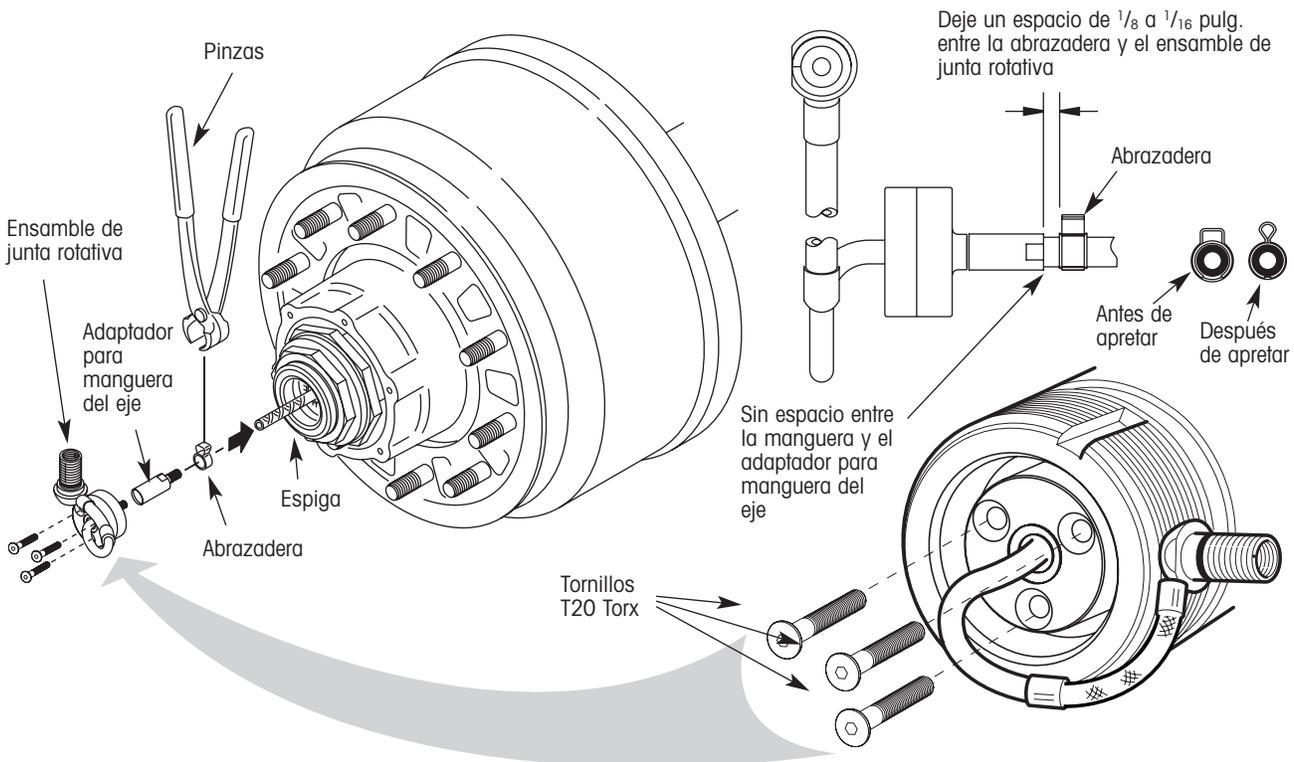

Figura 15. Instalación de la junta rotativa
1. En un lado del eje, coloque la abrazadera en la manguera de metal trenzado que sale del tapón de la espiga (figura 15).
2. Inserte el tubo del adaptador de la manguera del eje en la manguera de metal hasta que la manguera tope en el cuerpo del adaptador. No deberá haber espacio entre la manguera y el adaptador para manguera del eje (figura 15).
3. Coloque la abrazadera encima del tubo del adaptador para manguera del eje. Deje un espacio de $\frac{1}{8}$ a $\frac{1}{16}$ pulgadas entre la abrazadera y el adaptador para manguera del eje como se muestra en la figura 15. Usando las pinzas (Oetiker®), aplaste la abrazadera para sujetar la manguera al adaptador para manguera del eje. Las superficies internas de la abrazadera deberán tocarse para alcanzar un sellado apropiado (figura 15). Continúe con el paso 4.
- Inserte los tres tornillos T20 Torx en la junta rotativa y apriételes al tapón de la espiga (figura 15). Apriete los tornillos a 45 ± 5 lbs-pulg. ($5 \pm 1/2$ N•m) de torque.